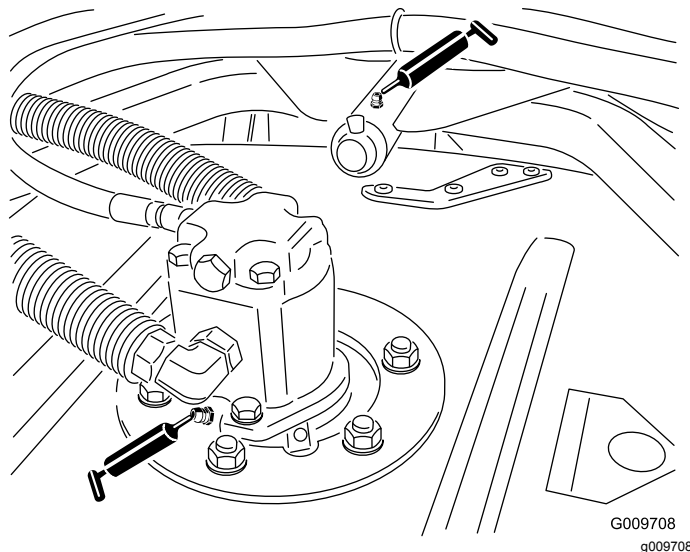

Figure 27
- Roulements d'axes de pivots de plateau de coupe (2 par plateau de coupe) (Figure 27)
- Bagues de bras de bâti porteur de plateau de coupe (1 par plateau) (Figure 27).